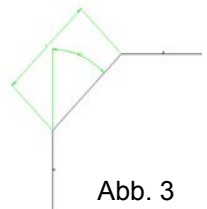

Abb. 3
- Bemaßung über Länge und Winkel (Abb.3)